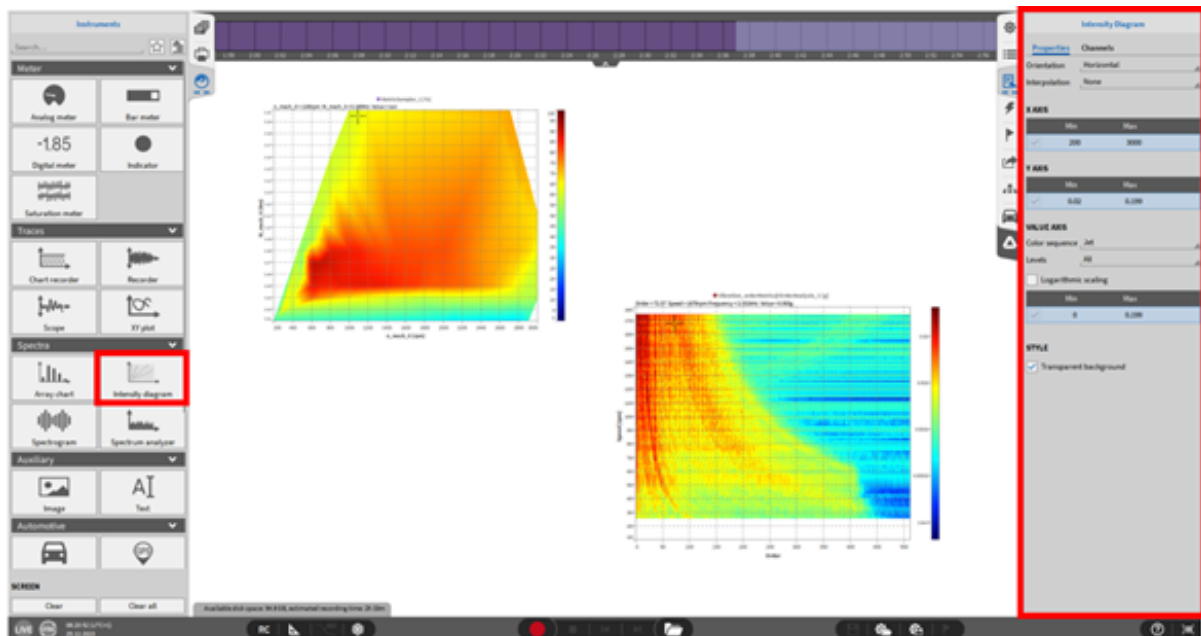

Abb. 8.49: Heatmap - Übersicht
- Wählen Sie verschiedene Level, um eine definierte Abstufung mit schwarzem Rand zu erhalten. Die linke Matrix in Abb. 8.49 zeigt keine Abstufung und die rechte Matrix hat eine 10-stufige Abstufung.